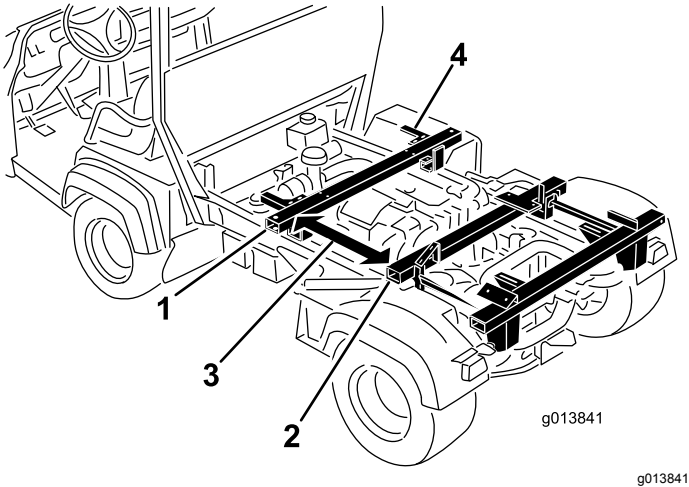

Figura 7
1. Alinhe os dois suportes em L da travessa frontal na direção da frente da máquina (**Figura 7**).
2. Posicione a travessa frontal na estrutura do veículo de forma a que a travessa fique 76 cm à frente da travessa central (**Figura 7**).